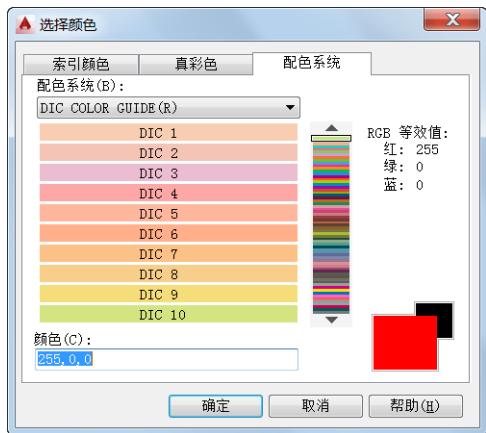

图 6-9 使用配色系统
- 配色系统：使用第三方配色系统或用户定义的配色系统来指定颜色，如图 6-9 所示。其中，从“配色系统”下拉列表框中指定用于选择颜色的配色系统。